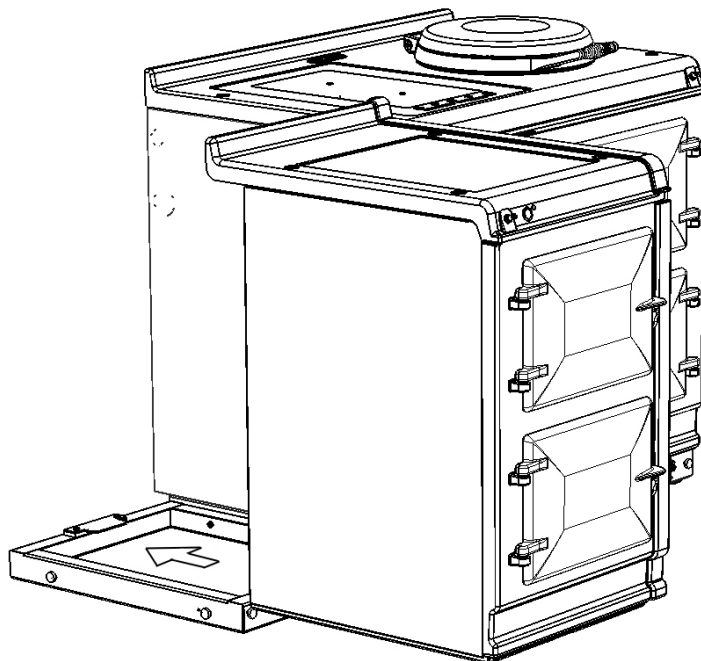

Fig. 5,7
7. Värmeskåpets ovansida placeras $\frac{3}{16}$ " (5 mm) högre än ovansidan på AGA eR7i. På så sätt undviker du att emaljen skadas under monteringen. Sänk ner ovansidan med hjälp av justerskruvarna (**Fig. 5,8** och **Fig. 5,9**).